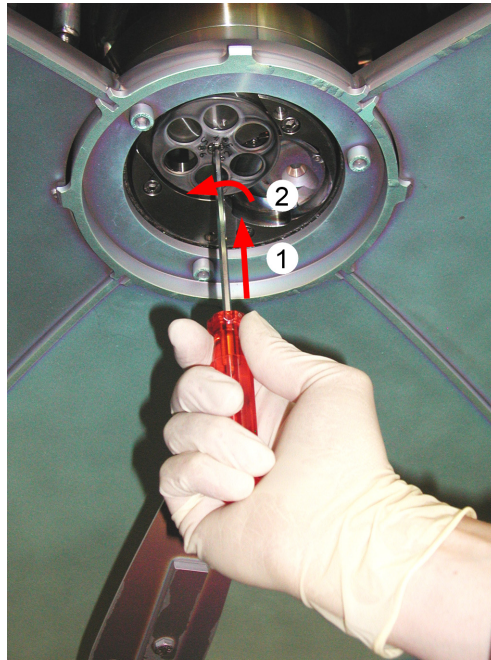

Abb. 6-10
- 4** Drücken Sie den Schraubenkopf mit dem Innensechskantschlüssel nach oben und drehen Sie den Innensechskantschlüssel bei unverändertem Druck eine viertel Umdrehung im Gegenuhrzeigersinn (Abb. 6-10, 120).